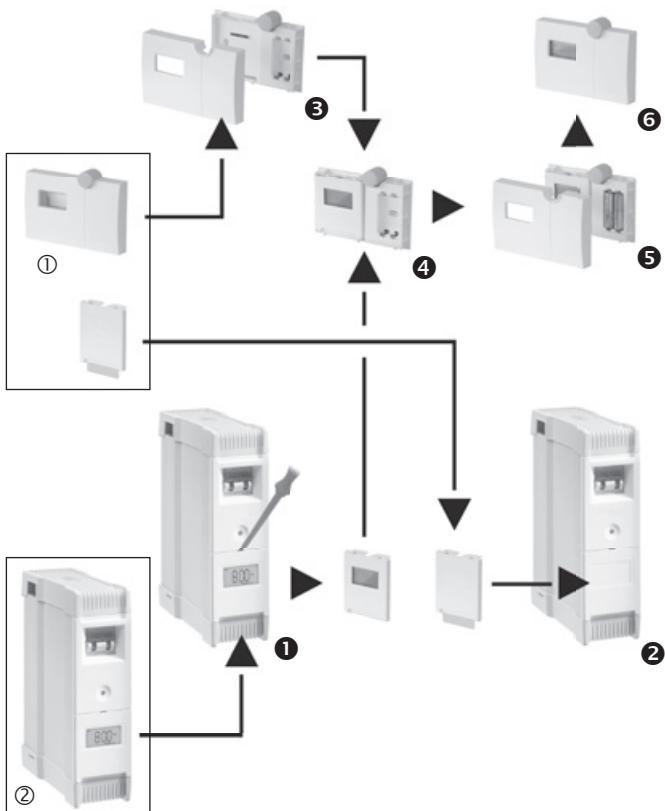

Abb. 2: Display der Überwachungseinheit in die Fernanzeige umsetzen
Um die Fernanzeige ① (Abb. 2) verwenden zu können, muss das Display der Überwachungseinheit ② in die Fernanzeige umgesetzt werden. Zuvor muss sich das Display in der Überwachungseinheit befunden haben, als diese das erste Mal eingeschaltet wurde!